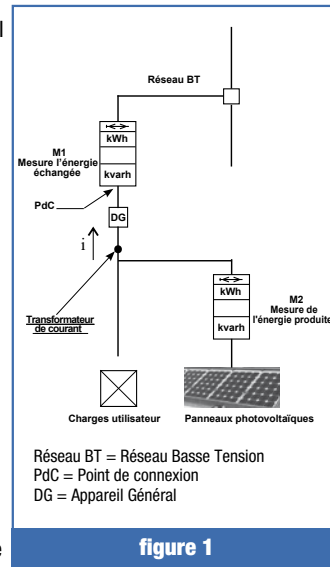

figure 1
- La position correcte du transformateur de courant à l'intérieur du système électrique est illustrée à la figure 1